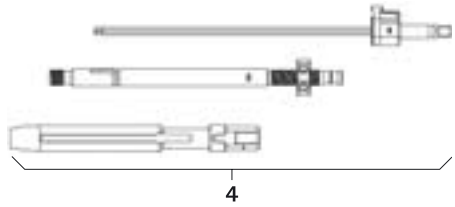

Fig. 6
- Montar la palanca de reposición 4, ver Fig. 6.